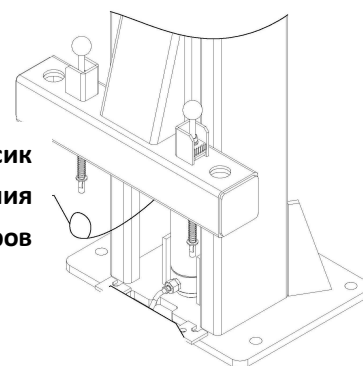

Рис. 14
2. Потянуть за металлический тросик (рис. 14) для разблокировки механических стопоров .